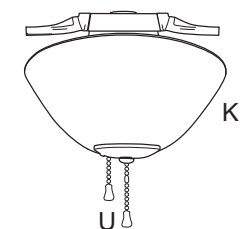

Fig. 11
11. Se pueden fijar las extensiones para las cadenas de encendido (U) provistas en uno de los paquetes de artículos de ferretería a las cadenas de encendido para el ventilador y la luz o usar extensiones para cadenas de encendido hechas a medida (no incluidas). [Fig. 11]